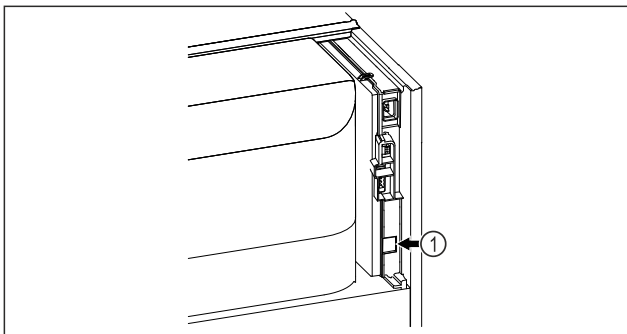

Fig. 62
- SmartModule Fig. 62 (1) установлен.